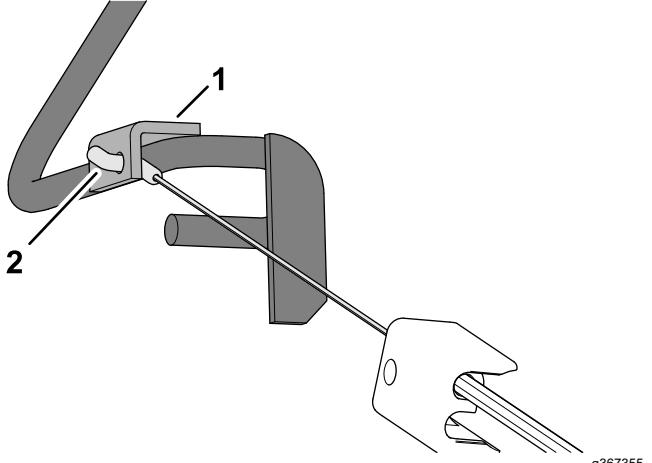

图 11
3. 将拉线接头穿过操作员到位把手支架中的孔如 图 11 所示。